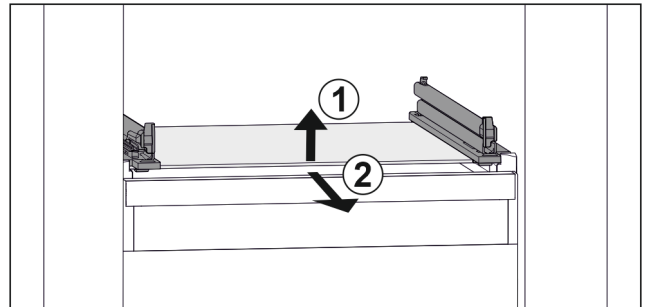

Fig. 61 Ilustración ejemplar de la placa de cristal
- ▶ Levante la placa de cristal por la parte delantera. Fig. 61 (1)
- ▶ Extráigala hacia delante. Fig. 61 (2)